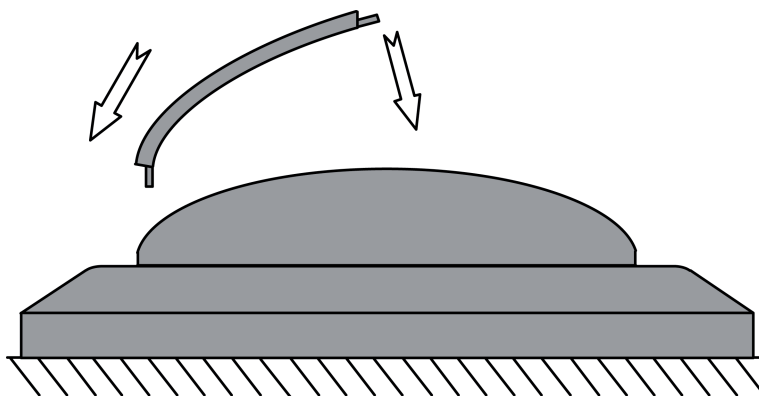

Рисунок 15: Монтаж заслонки 90°
- Монтаж заслонки(рисунок 15). Угол распознавания ок. 90°.